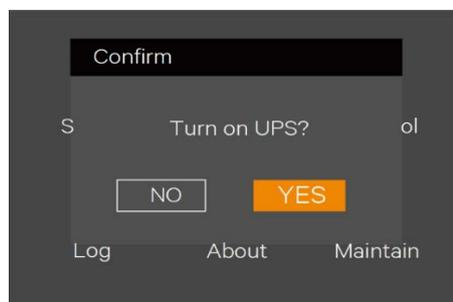

図 2-33 UPS 起動のダイアログボックス
5. UPS パネルの ON ボタンを 2 秒間押す。LCD に表示されるダイアログボックス(図 2-33 参照)で YES をクリックすると UPS 起動が確定し、運転インジケータが緑で点滅する。インバータが起動すると運転インジケータが点灯する。